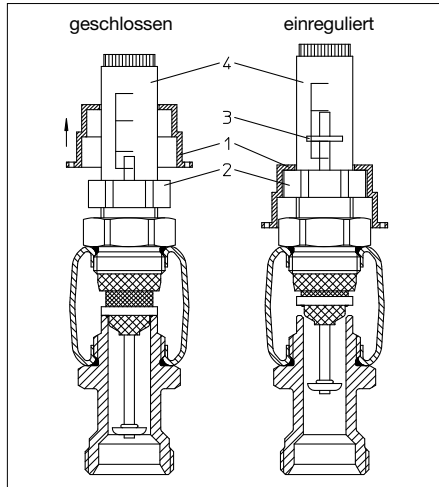

Abb. 7.2: Regelventil
7.2. Einregulierung der Durchfluss- Mess- und Reguliereinsätze (Abb. 7.2)